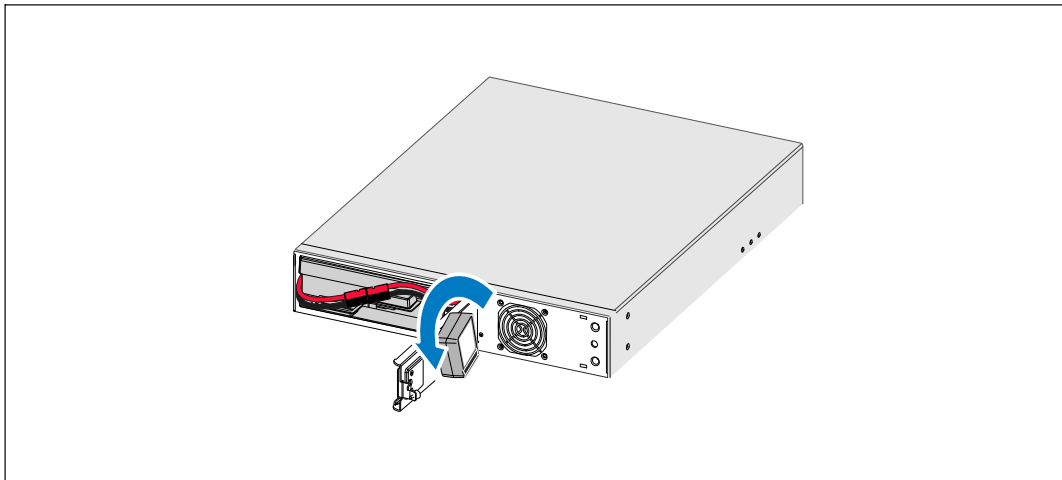

Рис. 22. Регулировка положения панели управления ИБП
- 4 Поверните панель управления на 90° против часовой стрелки (см. Рис. 22).